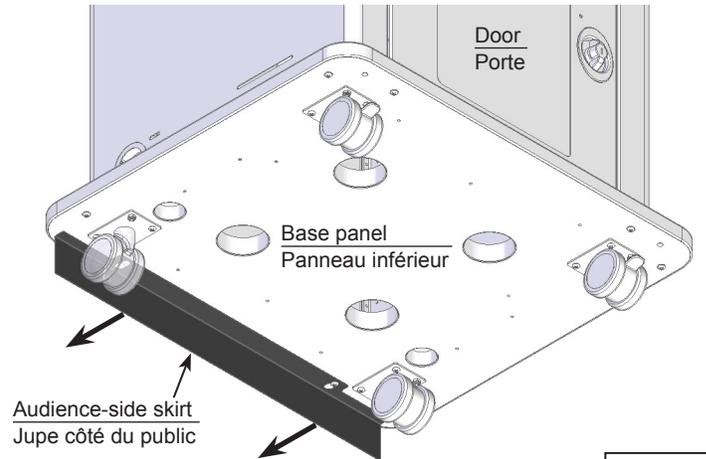

Figure 1.1
1. Align the two audience-side skirt keyhole slots with the two pre-installed screws. **Figure 1.1.**
1. Aligner les deux fentes en trou de serrure de la jupe côté du public avec les deux vis préinstallées. **Figure 1.1.**